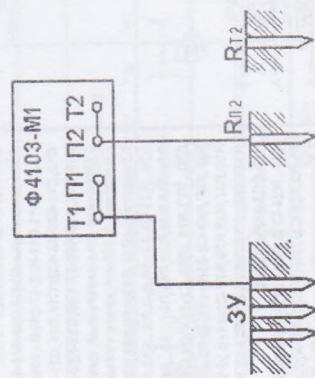

Рисунок 6.3
6.1.2.3 Измерить сопротивление потенциального электрода по двухзажимной схеме (рисунок 6.3). Для этого установить диапазон измерения ориентировочно соответствующий измеряемому сопротивлению электрода, откалибровать измеритель по 5.4. Установить переключатель РОД РАБОТ в положение ИЗМ II, нажать кнопку ИЗМ и отчитать значение сопротивления. Если оно превышает допустимое значение, указанное в таблице 2.1 для выбранного диапазона измерения, его необходимо уменьшить (забить дополнительный штырь на расстоянии (0,3 - 1,5) м от Rп2 и соединить с Rп2 проводником; улучшить проводимость прилегающих к ним участков земли водой или солевым раствором и т.п.).
6.2.2 Подключить к измерителю потенциальные электроды по двухзажимной схеме (рисунок 6.3) и измерить их сопротивление по методике 6.1.2.3.